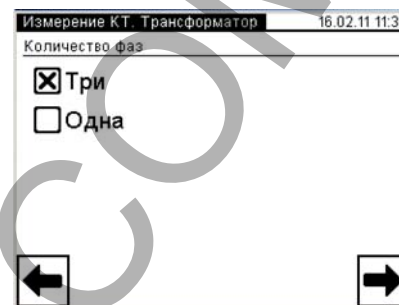

Рисунок 6.64
Измерение КТ. На экране откроется окно "Измерение КТ. Трансформатор" (рисунок 6.64).
6) Перейти в окно "Измерение КТ. Источник", для чего нажать на кнопку  (рисунок 6.64).